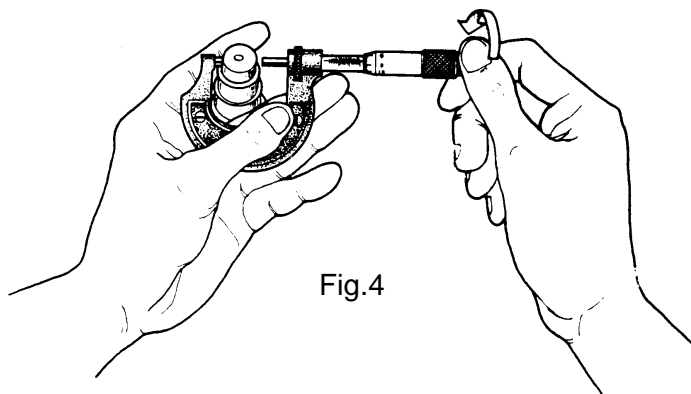

Fig.4
- c. Prenda o padrão entre os dedos indicador e médio da mão esquerda (fig.4).